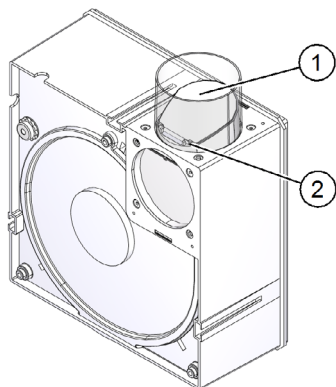

Abb. 28: Rückschlagklappe – Ausblas seitlich nach oben
- Kontrollieren Sie vor dem Einbau der Gehäusetypern U, U-H, UB und UB-H die Lage der Rückschlagklappe (Pos. 1 in Abb. 28 auf Seite 28 bis Abb. 35). Dabei müssen in allen Einbaulagen folgende Bedingungen erfüllt sein:
- Die Aufhängung (Pos. 2 in Abb. 28 auf Seite 28 bis Abb. 35) der Rückschlagklappe muss immer horizontal ausgerichtet sein.
- Die Rückschlagklappe muss immer so angebracht sein, dass sie aufgrund der Schwerkraft selbständig schließt (siehe Beispiele in Abb. 28 auf Seite 28 - Abb. 35).